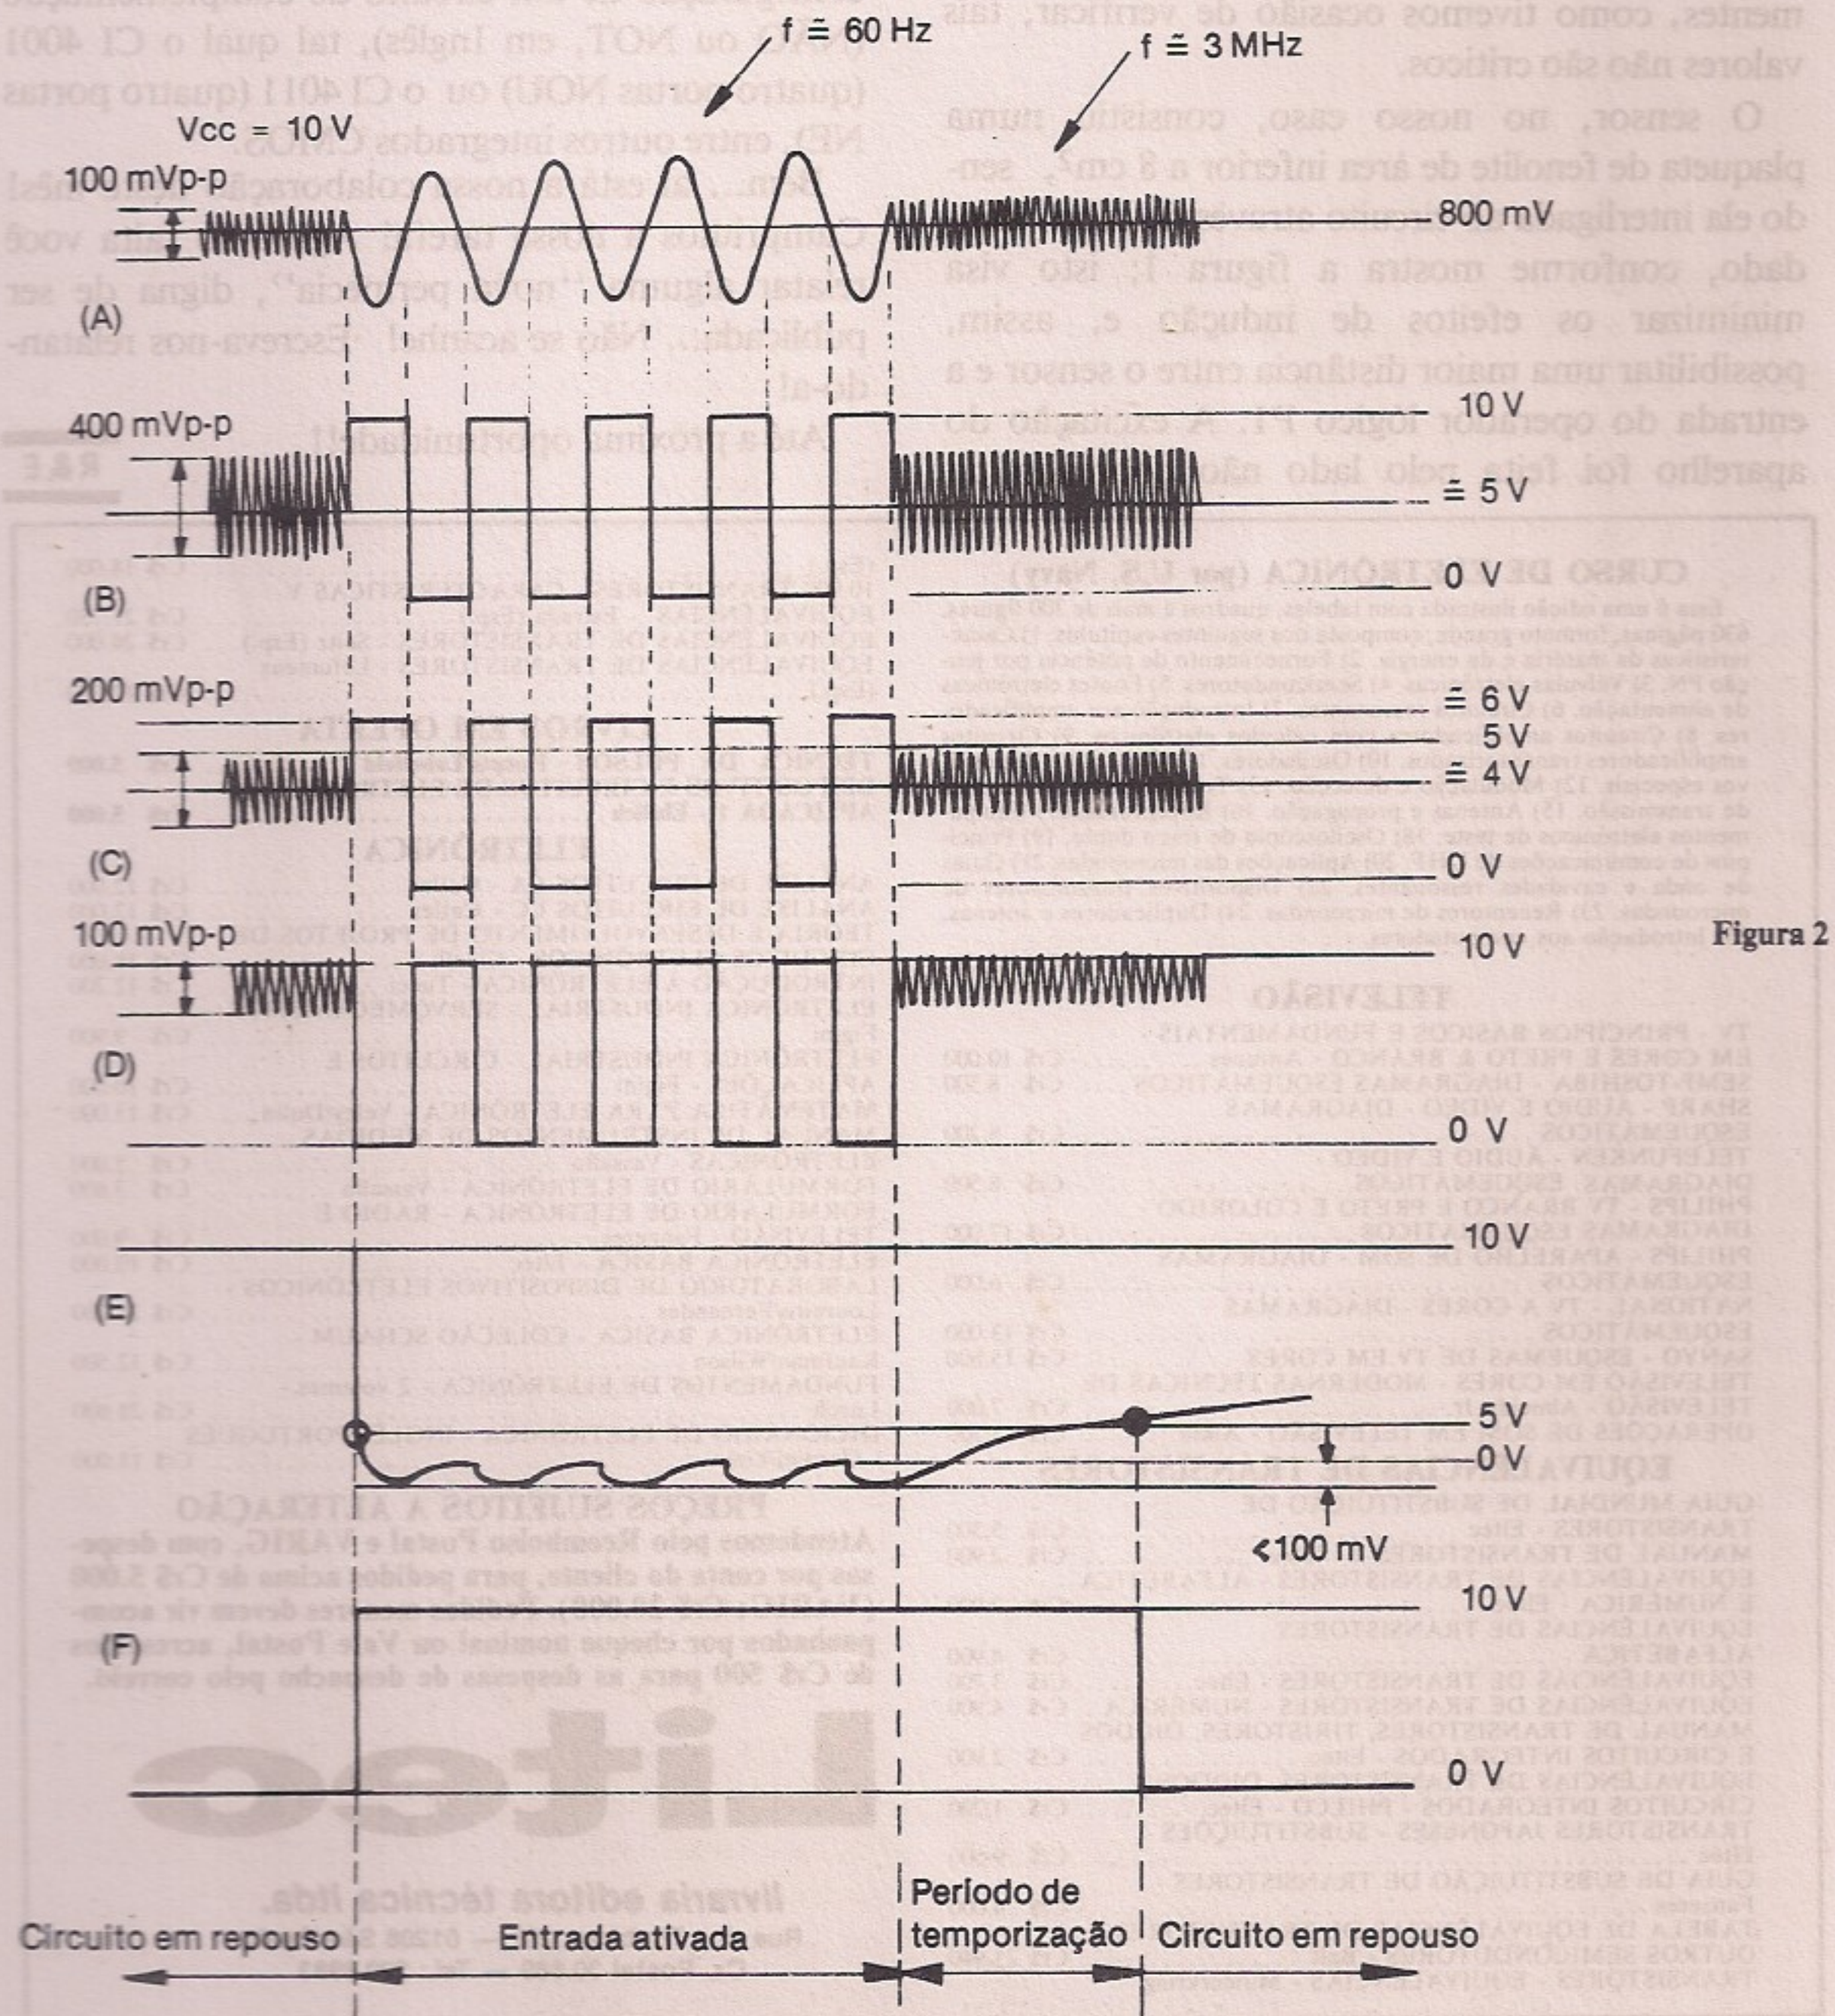

Figura 2
A figura 2 mostra as formas de onda observadas no nosso protótipo em consonância com os pontos assinalados no diagrama esquemático. Pela forma de onda (E) você deve ter percebido que C2 e D1, juntamente com R3, constituem um mero retificador.